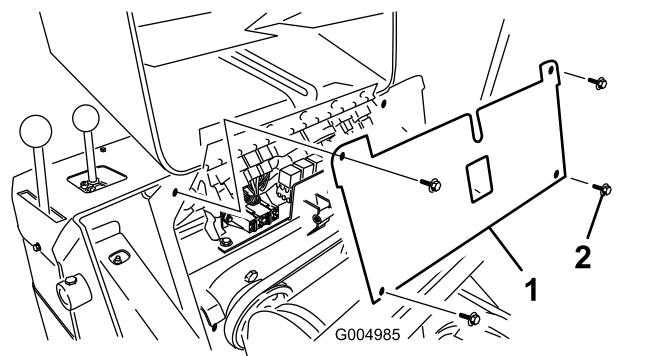

Figure 42
5. Retirez les 4 vis de fixation du panneau de fusibles et tirez le panneau vers vous puis vers le haut pour le déposer (Figure 42).